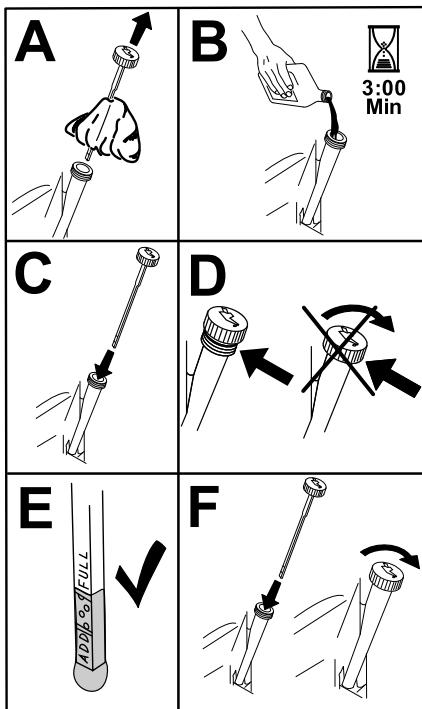

Figura 56
5. Vierta lentamente un 80% aproximadamente del aceite especificado por el tubo de llenado, luego añada lentamente el resto del aceite hasta que llegue a la marca **Lleno** (Figura 56).